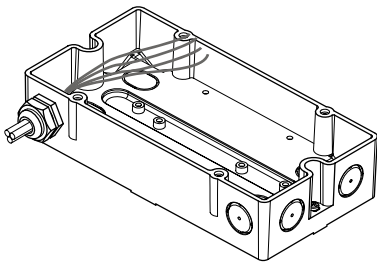

Рис. 4
4. Прикрепите кабельные сальники с резьбой M20 x 1,5 к корпусу и подведите кабели (рис. 4).